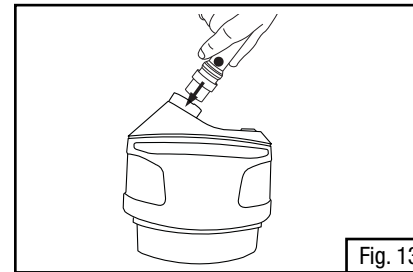

Fig. 13
- Insérer le débitmètre TR-970 dans la sortie d'air du souffleur à moteur TR-300. Si le tuyau de respiration est installé, le retirer pour permettre l'insertion du débitmètre (Fig. 13).